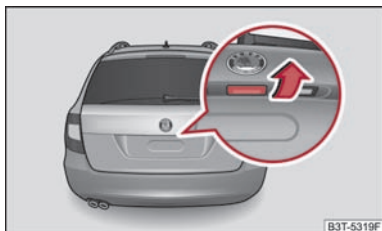

Abb. 32 Griff der Gepäckraumklappe
- Drücken Sie auf den Griff ⇒ Abb. 32 und heben Sie gleichzeitig die Gepäckraumklappe an.